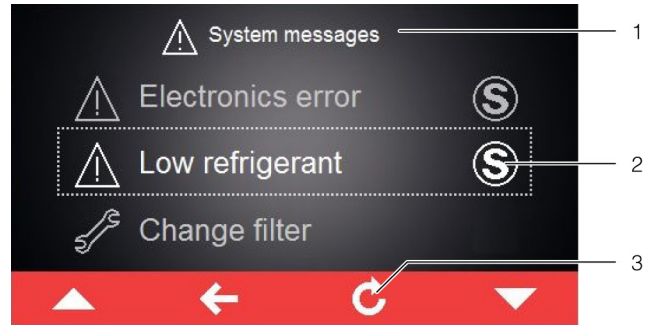

Fig. 24 : écran avec des messages de défaut
Si un message de défaut qui ne peut pas être supprimé par l'exploitant lui-même se produit et ne disparaît plus, le symbole « Maintenance » est affiché derrière le message de défaut ainsi que dans la barre d'outils à côté du symbole pour les informations système (fig. 24, pos. 2).